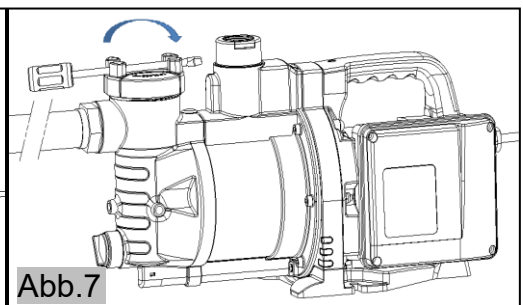

Abb.7
3. Nehmen Sie den Stab wieder heraus und schrauben Sie den Filterdeckel durch Drehen im UZS wieder fest. Achten Sie darauf, dass die Dichtungen nicht verschmutzt und ordnungsgemäß eingelegt sind (Abb.7).